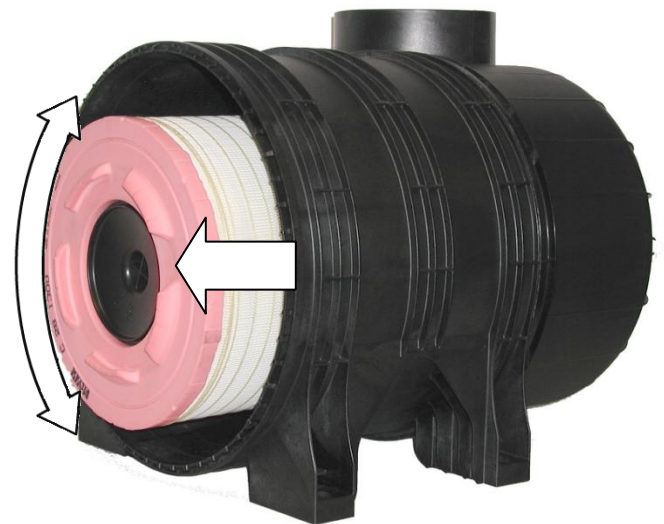

Bild 4 Hauptfilterelement ausbauen
- Hauptfilterelement unter leichten Kippbewegungen vollständig vom inneren Dichtsitz herausziehen (siehe Bild 4).